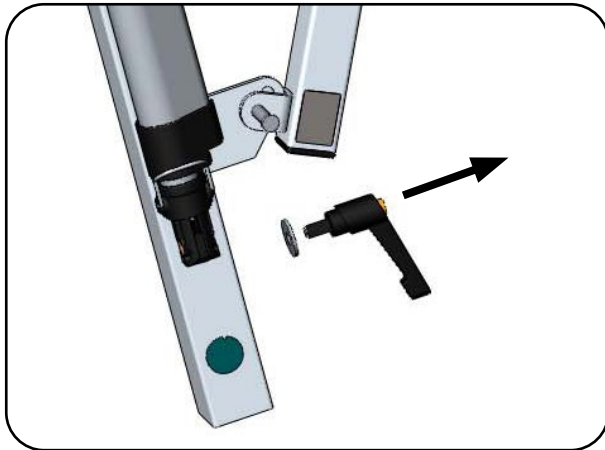

Abb. 6.2.03 – Demontage des Klemmhebels
5. Legen Sie die lose Unterlegscheibe zum abgeschraubten Klemmhebel (Abb. 6.2.03).